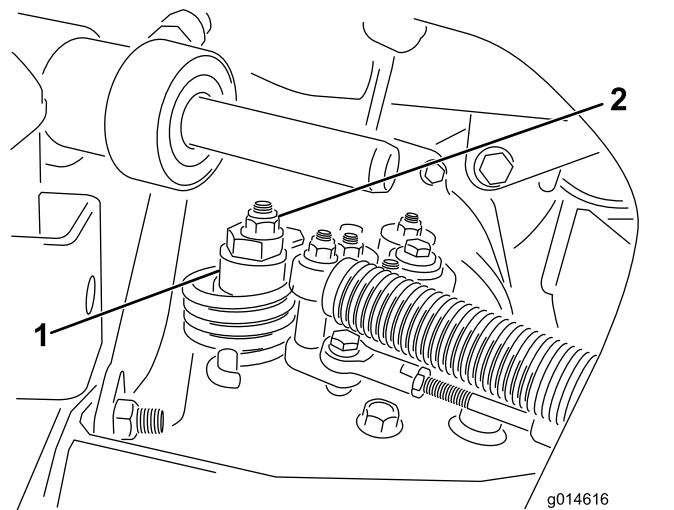

Рисунок 49
- A. Ослабьте гайку крепления эксцентрика к верхней части гидростата (Рисунок 49).
- С. Поворачивайте эксцентрик до тех пор, пока не прекратится медленное вращение колеса в любом направлении. Когда колесо перестанет вращаться, затяните гайку, которая фиксирует эксцентрик и регулировку (Рисунок 49). Проверьте регулировку в положениях дроссельной заслонки Slow («Медленно») и Fast («Быстро»).